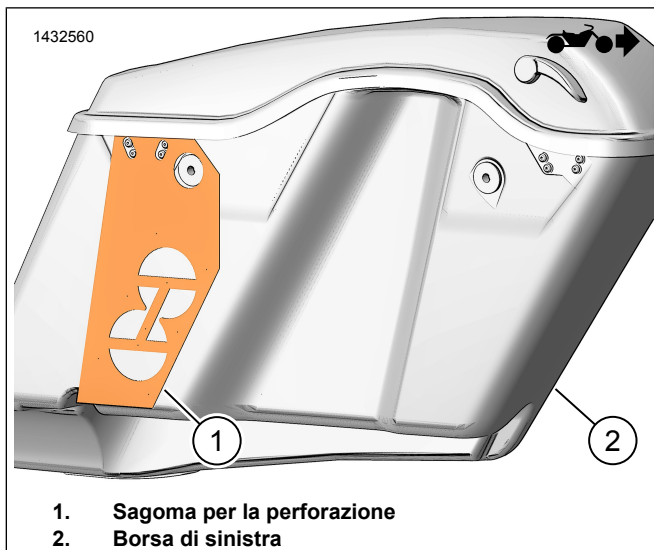

Figura 2. Dima borsa sinistra
1. Vedere la figura 2. Posizionare la dima di foratura (1) sulla borsa sinistra (2).
Vedere la figura 2. Modificare la borsa di sinistra (2).